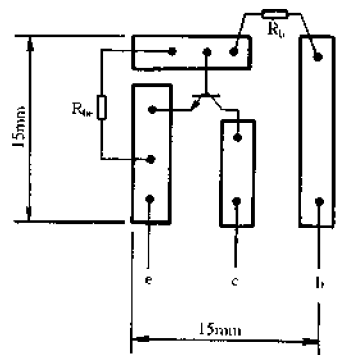

图4-145 自制带阻管印制板
(1) 首先找一块 15mm × 15mm, 厚 0.8 ~ 1.5mm 的单面敷铜板,用小刀按图4-145刻制好一块电路板。
(2) 在印制板的铜箔面直接按被代换带阻三极管的结构将所需晶体管及电阻焊好。
(3) 用三根  $\phi 1 \sim 1.5$ mm 的铜线(长度可根据实际需要选取)作引脚,焊在制作好的电路板的相应接点上,并对应焊至原